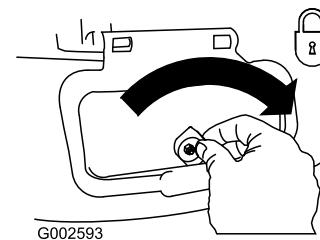

**Figure 28**
3. Montez l'éjecteur latéral et rabattez le volet sur l'éjecteur (Figure 28).